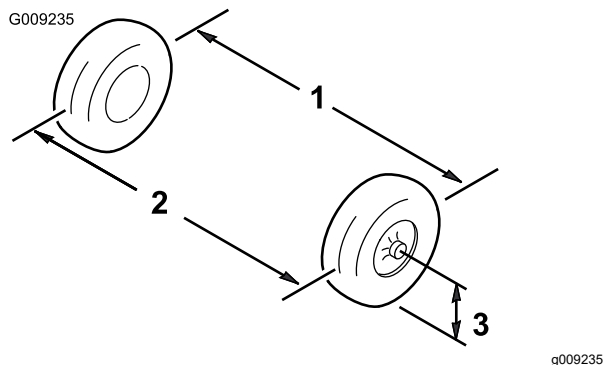

Figura 52
1. Mida la distancia entre los neumáticos delanteros a la altura del eje, en la parte delantera y trasera de las ruedas (Figura 52).